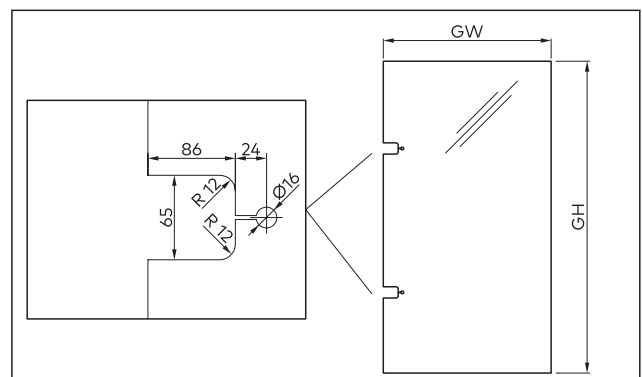

Fig. 7 Maße der Glasbearbeitungen
2. Die Maße der Glasbearbeitung prüfen (Abb. 7).